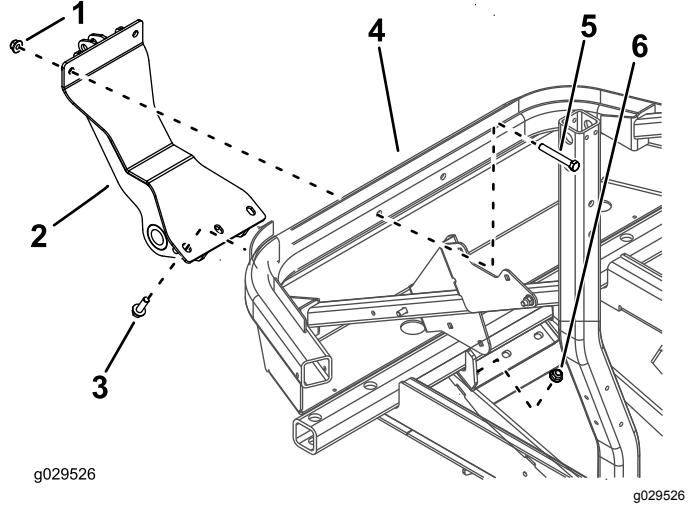

図2
**注** シリンダサポートライトアセンブリを図2のように取り付ける。